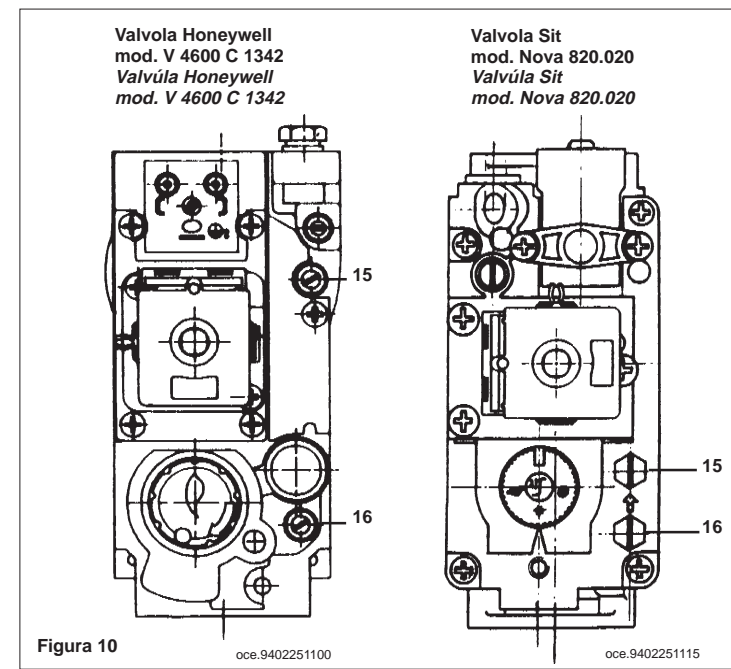
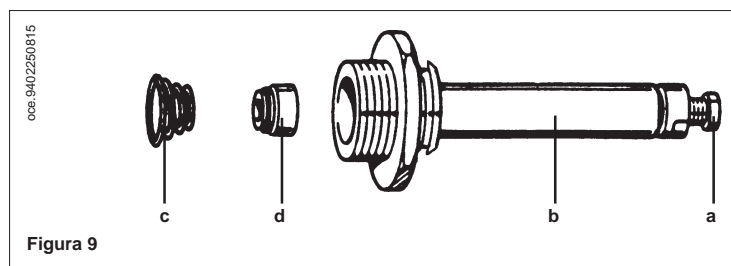

Figura 10
Figura 9
- collegare un manometro possibilmente ad acqua alla presa di pressione (15) della valvola del gas (figura 10);
- avvitare a fondo, senza forzare, la vite nera (a) al canotto (b) (figura 9 a pagina 16);
- aprire il rubinetto gas e ruotare la manopola (3) predisponendo la caldaia in posizione Estate (☀);
- verificare che la pressione dinamica di alimentazione della caldaia, misurata alla presa di pressione (16) della valvola del gas (figura 10) sia quella corretta (30 mbar per il gas butano, 37 mbar per il gas propano o 20 mbar per il gas naturale);
- conectar un manómetro, posiblemente de agua, a la toma de presión (15) de la válvula del gas (figura 10);
- atornillar completamente, sin forzar, el tornillo negro (a) al manguito (b) (figura 9 en página 16);
- abrir el grifo gas y hacer girar el botón (3) predisponiendo la caldera en posición Verano (☀);
- controlar que la presión dinámica de alimentación de la caldera, medida en la toma de presión (16) de la válvula del gas (figura 10), sea correcta (28 mbar para el gas butano, 37 mbar para el gas propano o 20 mbar para el gas natural);
- svitare la vite nera (a) di figura 9 fino a raggiungere il valore di pressione corrispondente alla potenza ridotta vedi tabella 1 a pagina 18.
- sigillare la vite nera (a) di figura 9.
- ruotare la manopola (3) in posizione (0) e verificare una nuova accensione. Nel caso di una interaccensione incompleta agire sul potenziometro RLA (pagina 14);
- con la manopola (3) in posizione inverno (☁) verificare che la potenza in riscaldamento sia quella richiesta dall'impianto, in caso agire sul potenziometro MAX RISC (pagina 14). Vedere la tabella 1 per la pressione al bruciatore necessaria;
- destornillar el tornillo negro (a) (figura 9) hasta alcanzar el valor de presión correspondiente a la potencia reducida (véase tabla 1 en página 18);
- sellar el tornillo negro (a) de figura 9.
- hacer girar el botón (3) en posición (0) y efectuar un nuevo encendido. En el caso de un interencendido incompleto, obrar sobre el potenciómetro RNE (RLA) (página 14);
- con el botón (3) en posición invierno (☁) controlar que la potencia en calefacción sea la requerida por la instalación; si necesario, obrar sobre el potenciómetro MAX CALEF (MAX RISC) (página 14). Véase la tabla 1 para la presión del quemador necesaria;
- sostituire la molla avendo cura di posizionarla correttamente (figura 9);
- substituir el resorte asegurándose de que sea posicionado correctamente (figura 9);